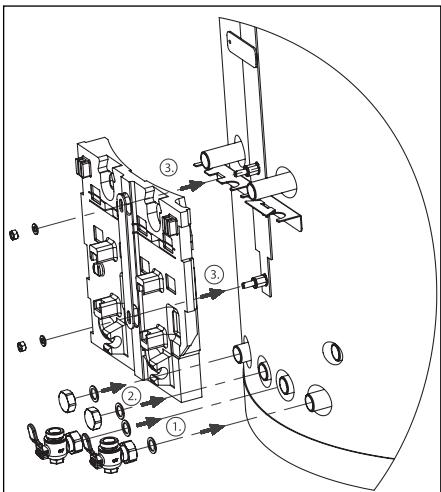

Abb. 9 Montage Kugelhähne und Isolierung Heizkreise
- Die Kugelhähne G1 mit Dichtungen an der rechten Speicherseite anschließen (Abb. 9 Punkt 1)